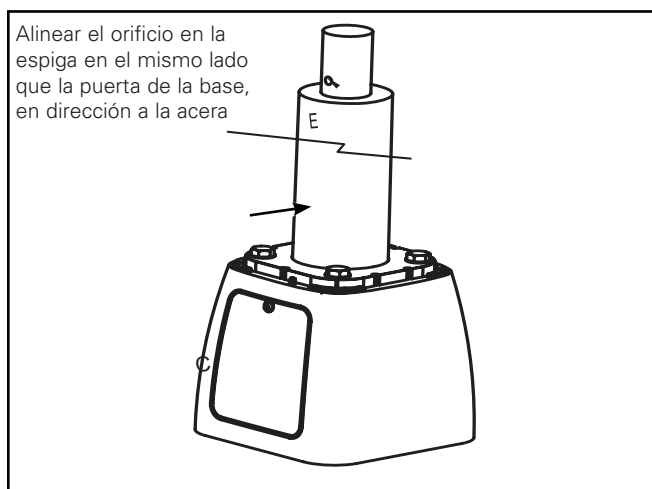

Figura 1. Detalle de montaje del poste
1. Mediante el uso de los pernos de anclaje, alinee las cuatro ranuras en la parte inferior de la base del transformador y deslice la base del transformador en la parte superior de los pernos de anclaje. (Figura 1).
1. Note que el orificio de la espiga del poste debe estar en dirección hacia la casa (opuesto al lado de la carretera) (Figura 1).